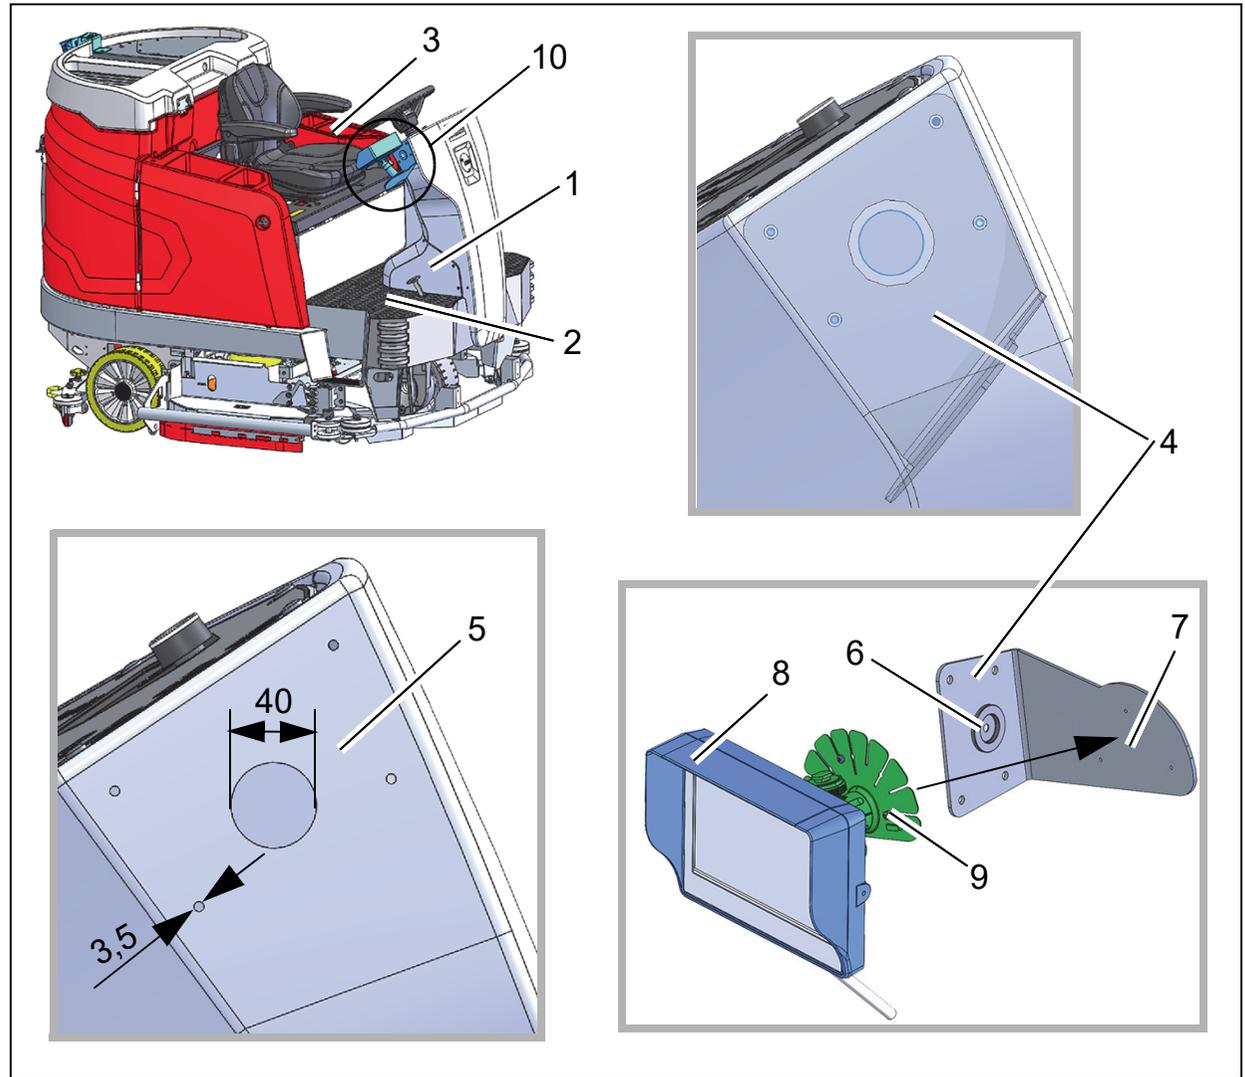

Abb. 2
- Motorabdeckung (Abb. 2/1)
- Bodenmatte (Abb. 2/2)
- Seitenverkleidung (Abb. 2/3)
1. Monitorhalter (Abb. 2/4) als Bohrschablone verwenden. Monitorhalter laut Abb. ausrichten, Bohrbild auf die rechte Seite des Lenkturms übertragen und bohren (Abb. 2/5).
2. Kabelmuffe in die Bohrung des Monitorhalters einsetzen (Abb. 2/6).
3. Fläche des Halters (Abb. 2/7) mit sauberem Putzlappen und Spiritus reinigen. Nach dem Reinigen den Untergrund ca. 10 min ablüften lassen.
4. Standfuß des Monitors (Abb. 2/9) entsprechend den drei Bohrungen zum Halter (Abb. 2/7) ausrichten und aufkleben. Standfuß zusätzlich mit den drei Schrauben M3x8 befestigen.
5. Monitorhalter mit den vier EJOT-PT-Schrauben am Lenkturm befestigen (Abb. 2/10).
6. Monitor (Abb. 2/8) am Standfuß (Abb. 2/9) montieren.